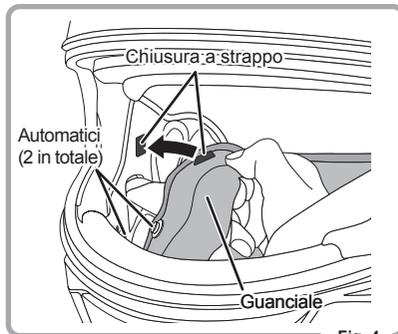

Fig. 4
5. Agganciare i due automatici e la chiusura a strappo. (Fig. 4)